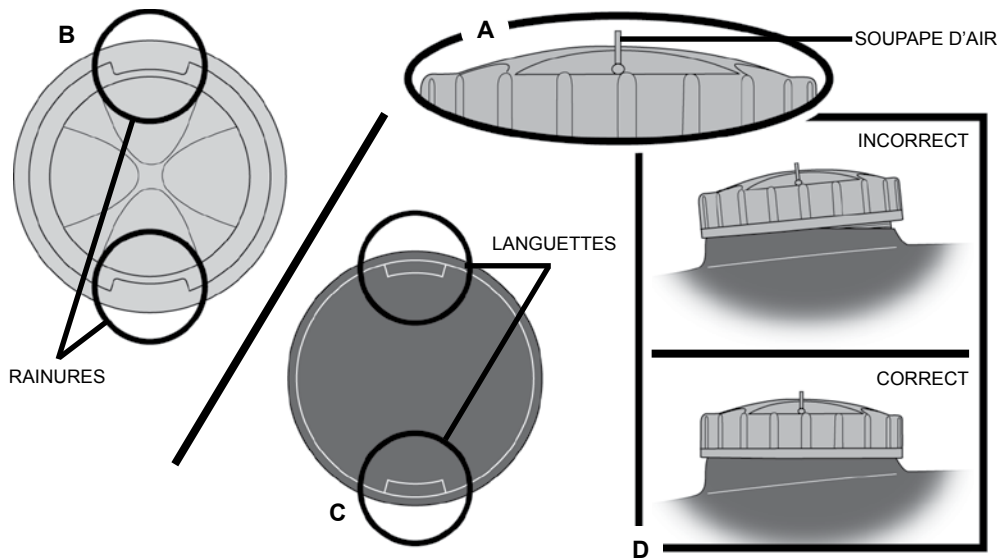

FIGURE 8
REMARQUE : Il ne faut pas enlever ni couper la petite soupape d'air en caoutchouc sur le dessus du bouchon du réservoir d'eau (FIGURE 8-A). Ne retournez pas l'appareil à l'envers quand le réservoir d'eau est plein; une petite quantité d'eau pourrait s'écouler.
4. Remettez le bouchon du réservoir d'eau de façon à aligner les rainures de filetage au bas du bouchon (FIGURE 8-B) et les languettes à l'intérieur de l'orifice de remplissage (FIGURE 8-C). Pressez le bouchon du réservoir d'eau vers le bas afin qu'il repose à l'horizontale sur le dessus de l'orifice de remplissage (FIGURE 8-D). Faites-le ensuite tourner d'un quart de tour en sens horaire (comme l'indique la mention « lock » sur le bouchon) pour le verrouiller en place.